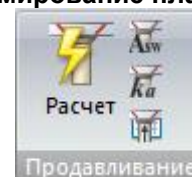

Рис. 119. Панель **Продавливание**
- **Продавливание** (рис.119) – подбор поперечной арматуры продавливания в пластинчатых элементах (плита, оболочка) и просмотр результатов расчета на продавливание.
Панель **Продавливание** (рис.119) содержит следующие команды: